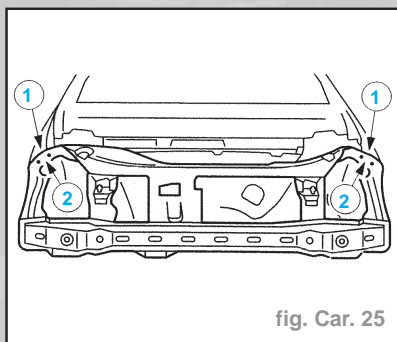

fig. Car. 25
- Déposer la tôle de fermeture de compartiment moteur (fig. Car. 25) :
- Meuler les points de soudure (1).
- Fraiser les points de soudure (2).